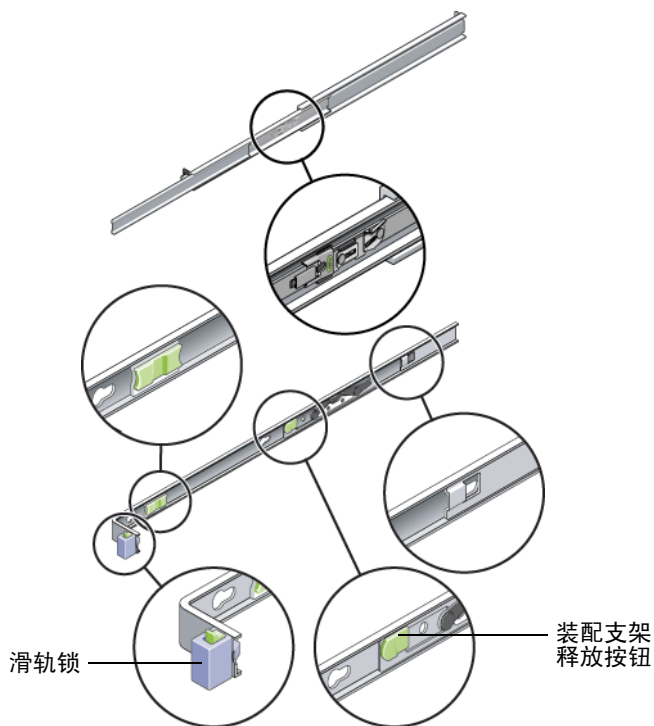

图 2-1 安装之前对滑轨进行拆卸
2. 找到其中一个滑轨部件前部的滑轨锁，如图 2-1 所示。
3. 挤压并按住滑轨锁顶部和底部的卡舌，同时将装配支架从滑轨部件中拉出，直到其停止。请参见图 2-1。
4. 如图 2-1 中所示，向装配支架的前部拉动装配支架释放按钮，并同时从滑轨部件中取出装配支架。